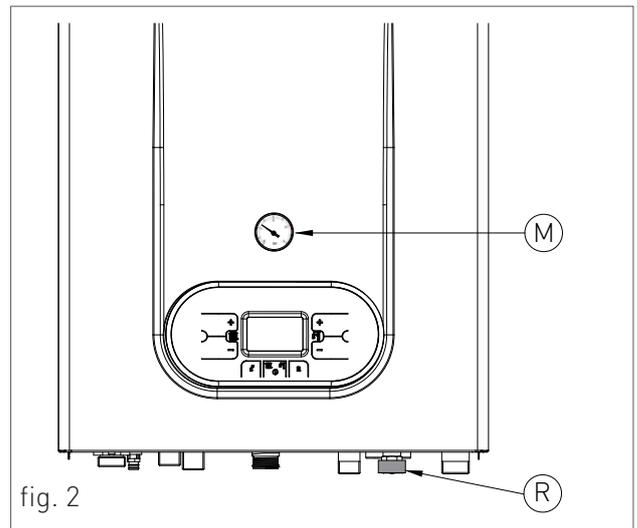
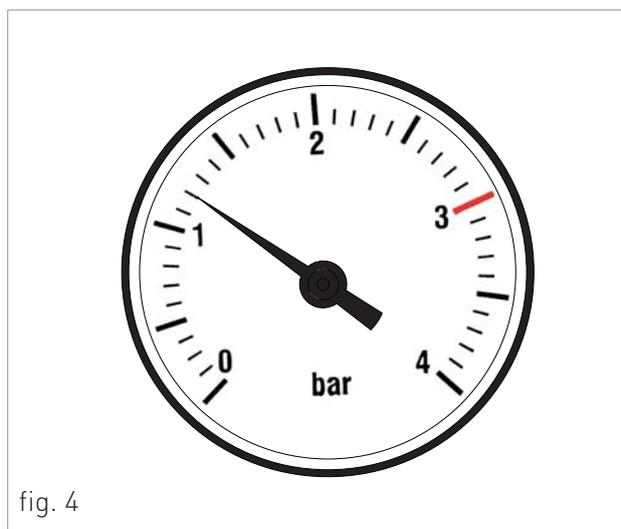

fig. 2
fig. 4
3. abrir la llave de llenado "R" (fig. 2);
5. utilizar el manómetro "M" (fig. 2) para asegurarse de que la presión del sistema alcanza 1,2 bar (fig. 4);
6. una vez realizada esta operación, asegurarse que la llave de llenado "R" (fig. 2) quede perfectamente cerrada.
8. si después de realizar estas operaciones se observa un descenso de la presión del sistema, abrir de nuevo la llave de llenado "R" hasta que el manómetro indique 1.2 bar (fig. 4)